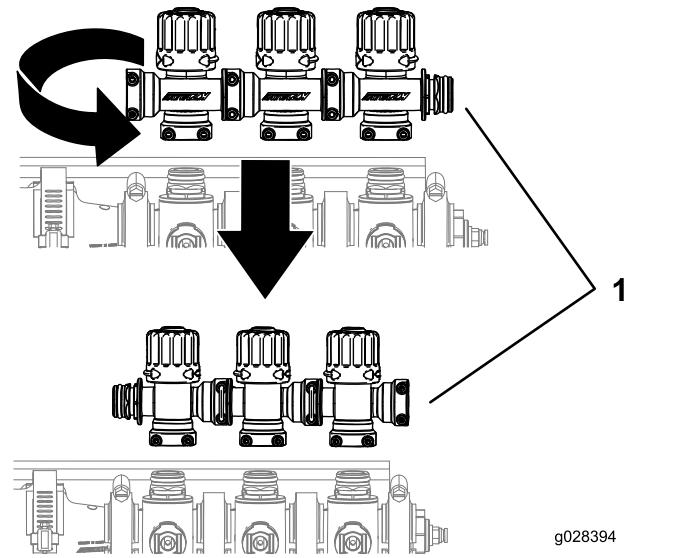

Рисунок 15
- 5. Поверните блок перепускных клапанов стрелы на 180 градусов, как показано на Рисунок 15.